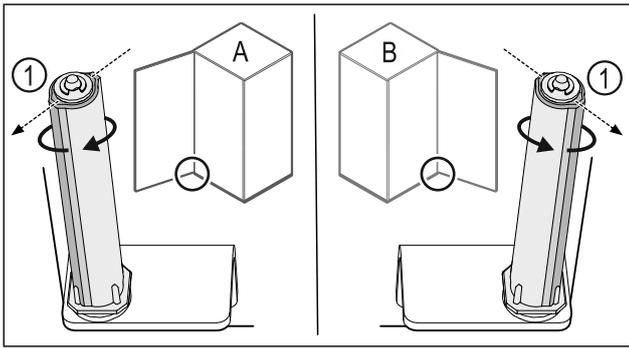

Fig. 42 Розкриття ліворуч (A) / Розкриття праворуч (B)
- ▶ Систему закриття повертати проти опору доки перемичка системи закриття Fig. 42 (1) не покажуть назовні.